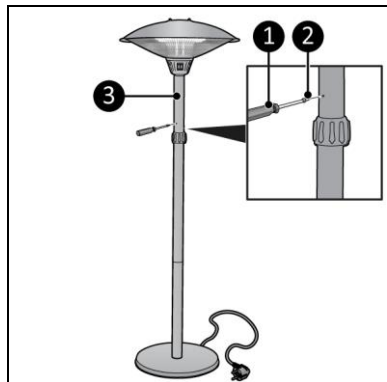

Figura 7
7. Slăbiți butonul de reglare și glisați tubul interior (Figura 7, poz. 3) din tubul reglabil până când se vede un orificiu.
8. Introduceți un șurub mic (Figura 7, poziția 2) în orificiu și strângeți-l cu o șurubelniță Phillips (Figura 7, poziția 1)